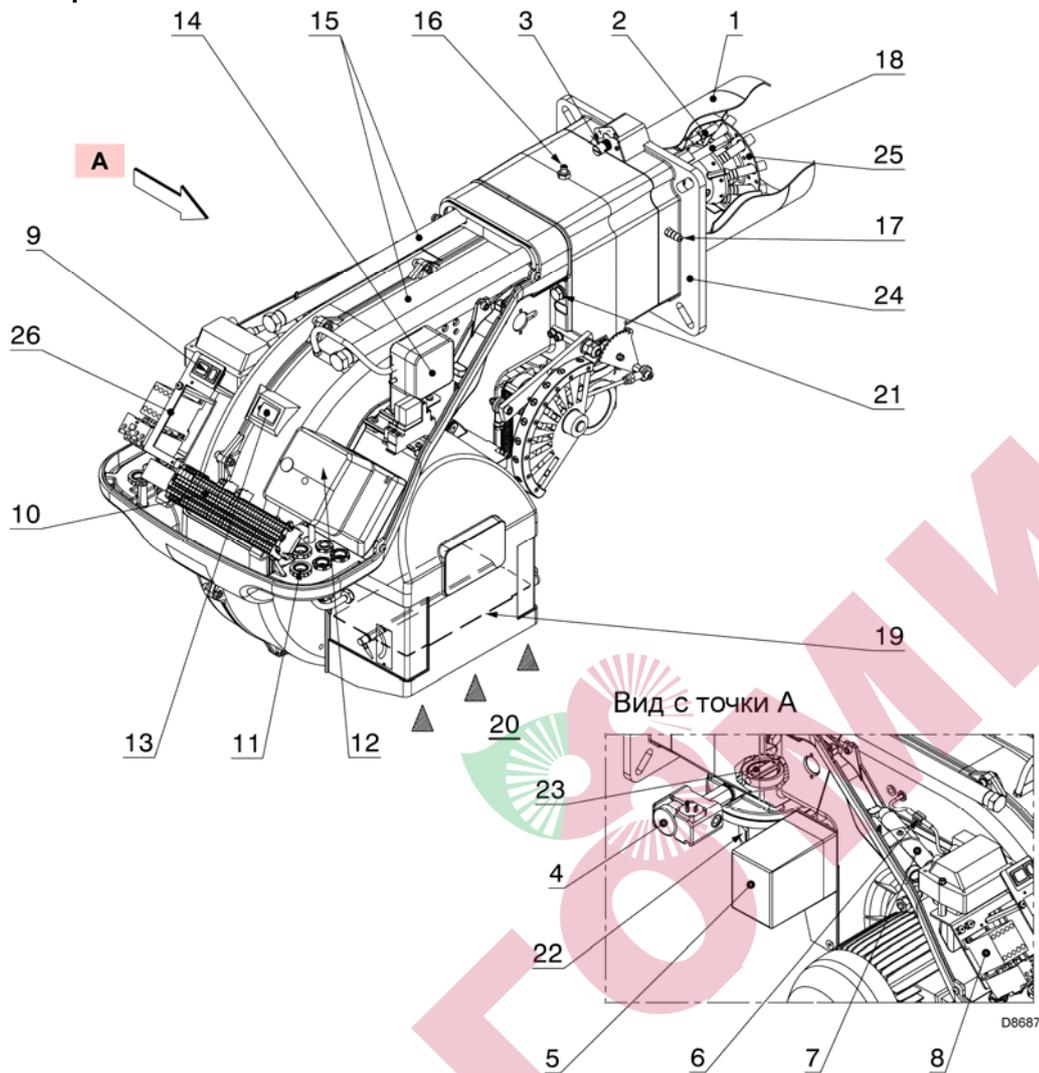

Рис. 5
- (1) При следующих условиях: Температура окружающей среды 20°C – Температура газа 15°C – Атмосферное давление 1013 мбар - Высота над уровнем моря 0 метров
(2) Давление газа на муфте (16) (рис. 5) при нулевом давлении в камере сгорания, мощность горелки максимальная.
(3) Звуковое давление было измерено в лаборатории на заводе изготовителе, горелка работала на испытательном котле при максимальной мощности.